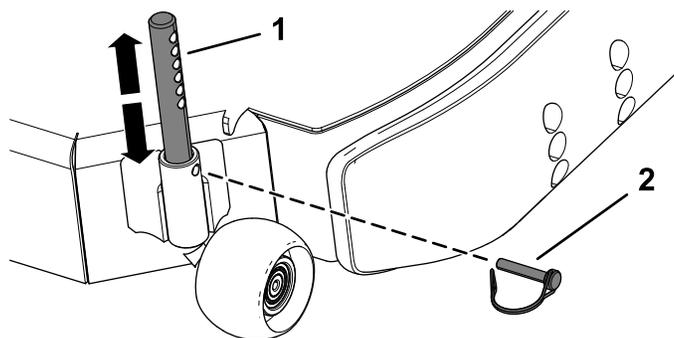

図 32
- ローラピンからロックピンを抜き取る 図 32。
- ローラピンを上または下に移動してロックピンで固定する 図 32。